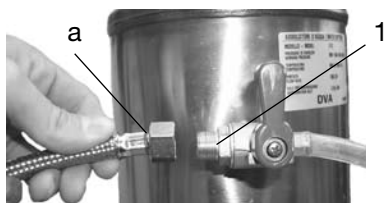

Figura 5
- 1) Utilizar o tubo **a** (de 900 mm, fornecido com a máquina) para ligar a válvula de corte da rede hídrica à torneira **1** de entrada de água no depurador (figura 5).